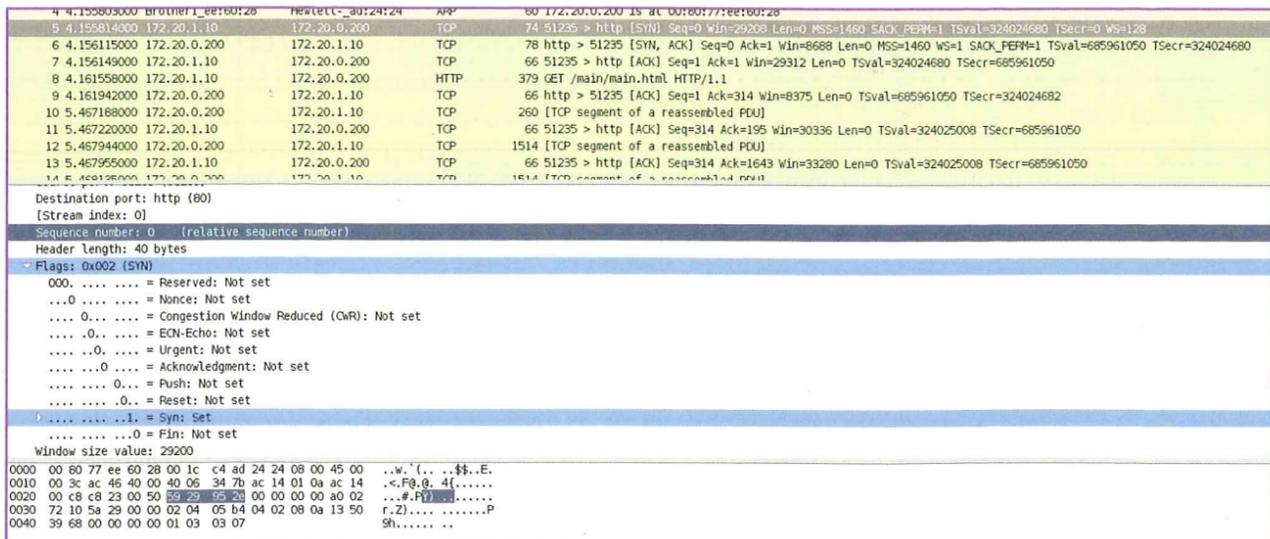

Fig. 8 : Valeurs des champs SEQ et ACK dans la vraie vie
- Sequence number : **0x00000001** pour nous et **0x5929952F** pour Wireshark. Aucune importance, il s'agit comme déjà expliqué, de numéros relatifs. On suppose donc que le segment d'avant portait le numéro **0x5929952E**, ce que valide notre capture d'écran de la Figure 8.